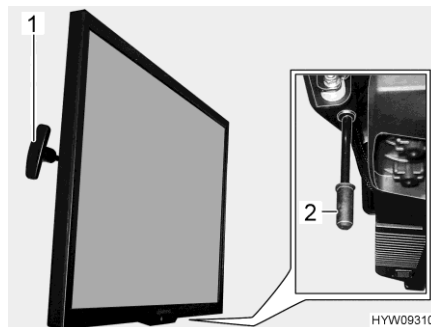

Bild 97 Flachbildschirm
- Griff (Bild 97,1) ziehen und halten. Der Flachbildschirm ist entriegelt.
- Griff (Bild 97,2) nach unten ziehen und halten. Der Flachbildschirm ist entriegelt.